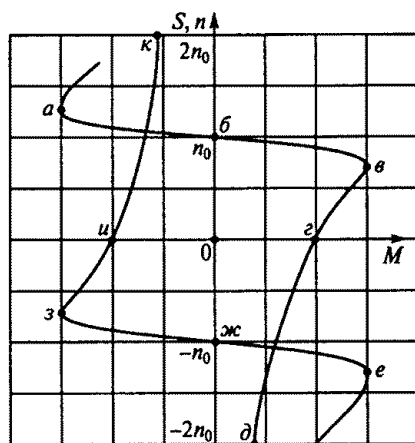

Рис. 224
9.53. На рис. 224 представлены механические характеристики трехфазного асинхронного двигателя. Какие приведенные режимы работы двигателя определяют различные участки этих характеристик? (Указать неправильный ответ.)
9.54. Для какой из точек механических характеристик, приведенных на рис. 224, скольжение определено неправильно?